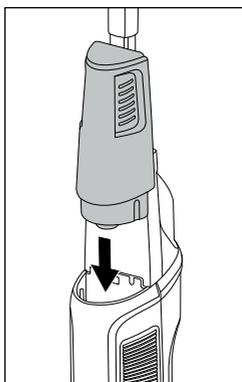

Fig. 11
- ◆ Dé la vuelta al depósito de agua limpia ❶ y vuelva a colocarlo en el inserto superior de la parte delantera del aparato (consulte la fig. 11).
- ◆ Desplace el depósito de agua limpia ❶ hacia abajo a lo largo de las acanaladuras del inserto hasta que el depósito de agua limpia ❶ encastre de manera audible y quede bien fijado en el aparato.